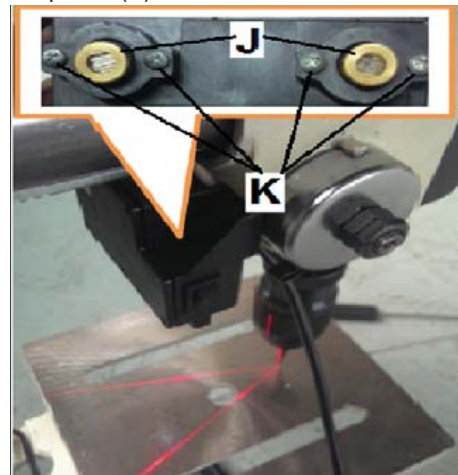

Рис. 7
- Перекрестный лазер (S, Рис. 7) может быть включен или выключен.
- Оба линейных лазера (J, Рис. 7) должны быть установлены так, чтобы их лучи сходились в центре сверления.
- Для регулировки ослабьте ручки настройки (K).